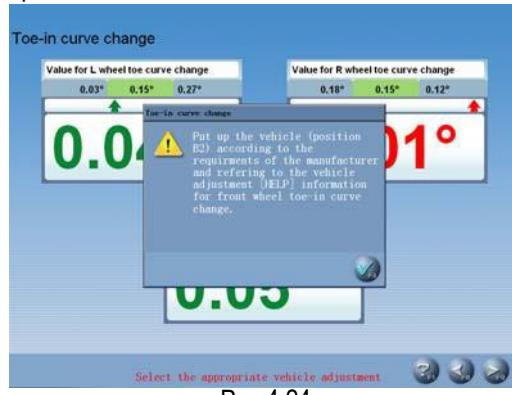

Рис.4.24
4. Поднять автомобиль (в положение B2) в соответствии с указаниями производителя. На экране отображается окно, как показано на рис.4.24: